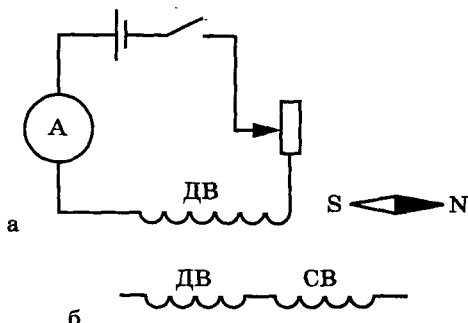

Рис. 52
3. Соедините катушки СВ и ДВ последовательно (рис. 52, б), установите в цепи такую же силу тока, как в первом опыте. Путем перемещения компаса вдоль оси катушки определите состояние магнитного поля катушки.